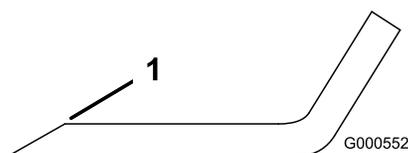

Bild 68
1. Schärfen Sie die Schnittkante an beiden Enden des Schnittmessers mit einer Feile (Bild 68).
**Hinweis:** Feilen Sie, wenn das Schnittmesser nicht ausgewuchtet ist, vom Flügelbereich des Messers etwas Metall ab (Bild 68).